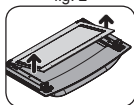

fig. 3
3. Retire o vidro interno (fig. 3) e limpe os vidros e a porta do forno com esponja, detergente neutro e água.